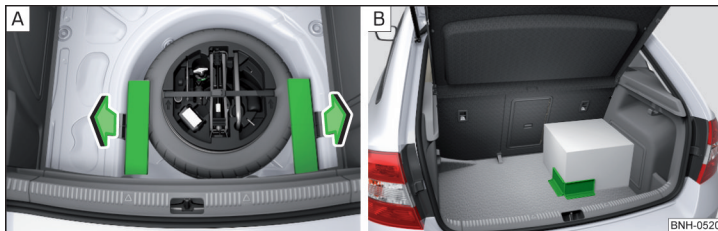

Abb. 84 Cargo-Elemente herausnehmen / Befestigungsbeispiel der Ladung mittels des Cargo-Elements
- Die Cargo-Elemente in Pfeilrichtung herausnehmen » Abb. 84 - A.
- Die Cargo-Elemente mit Klettverschluss auf dem Bodenbelag des Gepäckraums befestigen » Abb. 84 - B.